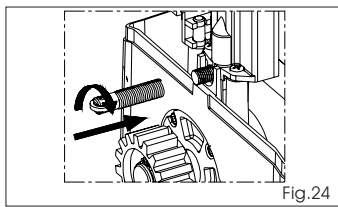
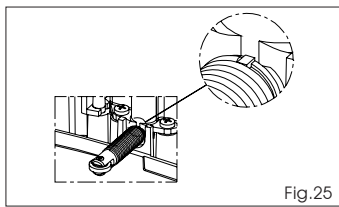

Fig.24
Fig.25
- Introduzca el muelle girándolo en sentido horario, Fig. 24, hasta el tope, véase Fig. 25.